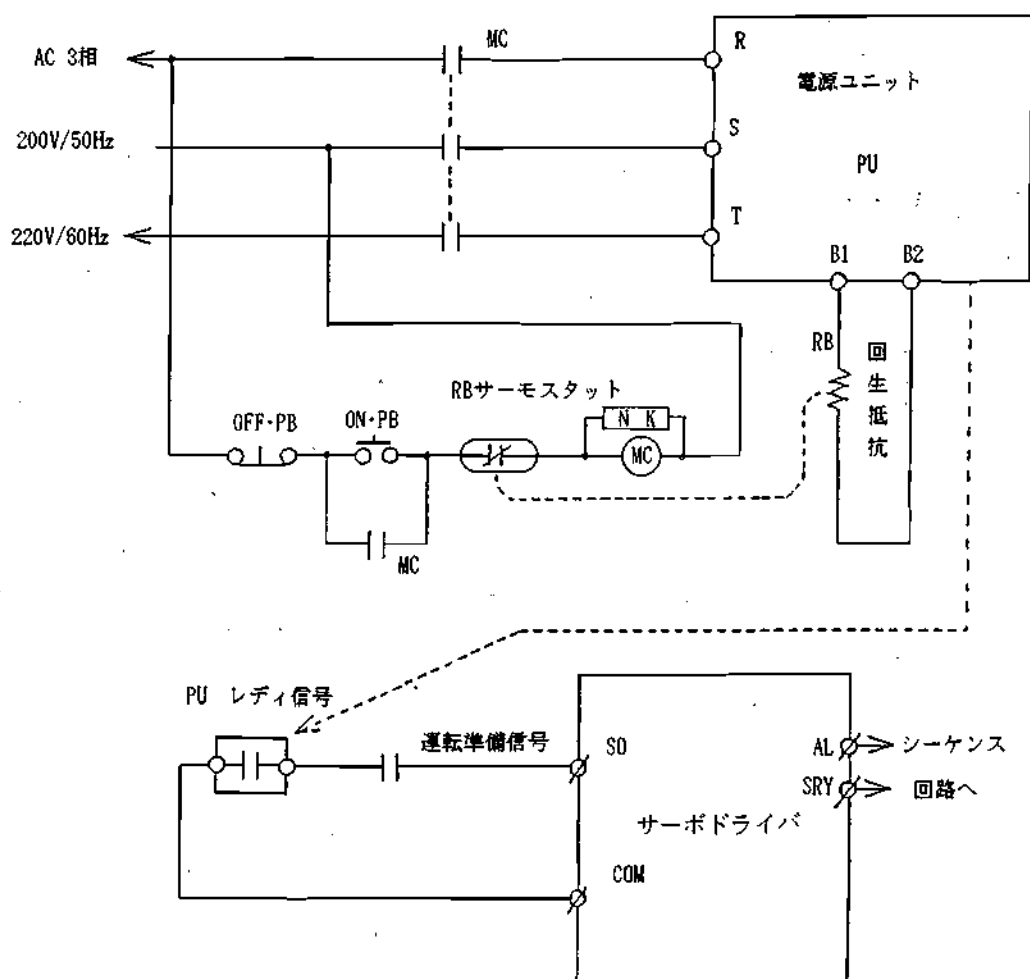

図3-20 サーボレディ信号接続
- (1)電源投入からPU レディ出力は、0.1sec以下、サーボレディ可能は0.5sec以下です。
- (2)電源遮断からサーボレディ OFF 状態は約5sec後となります。
- (3)PU レディ ON（接点閉状態）信号の確認をして、サーボの運転準備（SO）を投入して下さい。（図3-20 参照）
- (1)PU 過電流または不足電圧によりレディ出力OFF（接点開）となります。これにより接続ドライバーの運転準備（SO）をOFFとして、電源ユニットの供給電源をOFF するシーケンスを行って下さい。
- (2)異常状態を取り除き、電源の再投入によりリセットは行われます。
- (3)回生抵抗過熱はサーモスタットにより、検出します。過熱検出により、電源ユニットの電源をOFFするシーケンスを行って下さい。（図3-20参照）